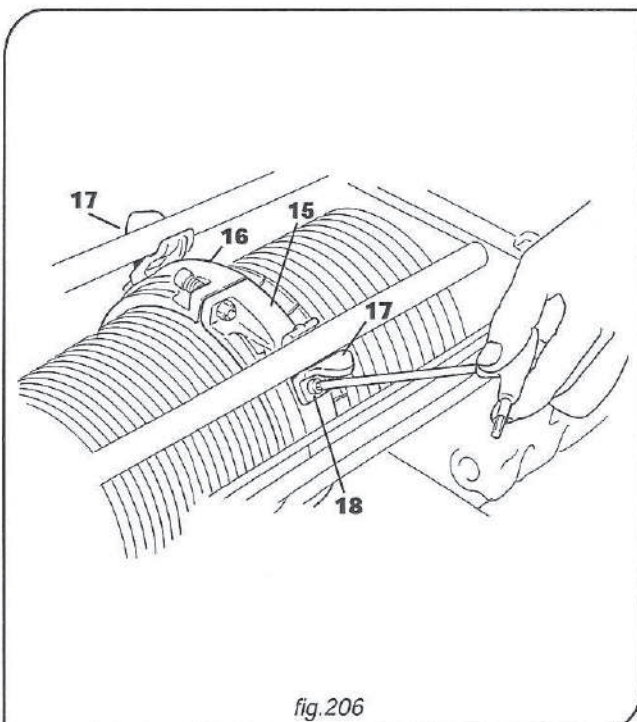

fig.206
9. Colocar de nuevo el deslizador/brazo de reacción-17-sobre la abrazadera-16-y ajustar los tornillos-18- (fig.206).
10. Colocar de nuevo el deslizador/brazo de reacción -17- sobre la abrazadera -16- y ajustar los tornillos -18- (fig.206).